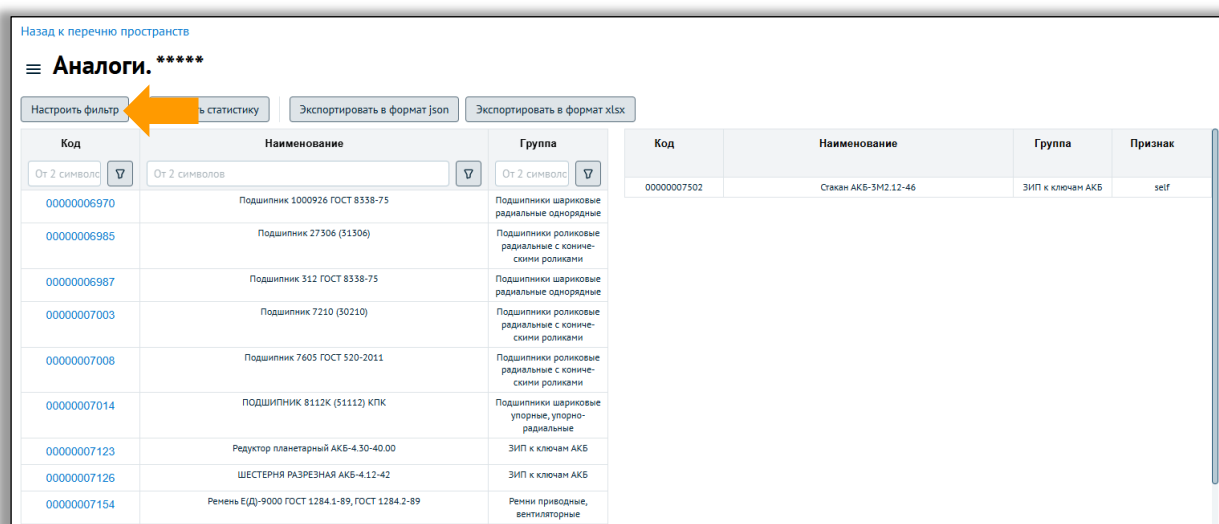

Рисунок 32 – Фильтрация через кнопку «Настроить фильтр»
1. Кнопка «Настроить фильтр» (рисунок 32)